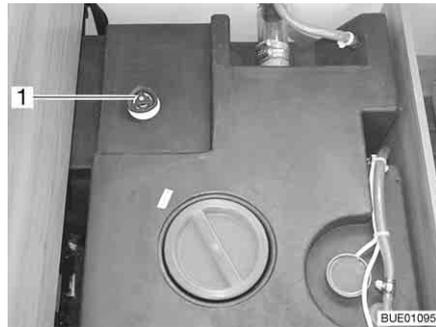

Bild 241 Wassertank mit Drehgriff
- Auf dem Wassertank den Drehgriff (Bild 241,1) entgegen dem Uhrzeigersinn über den Widerstand hinaus bis zum Anschlag drehen, um die Ablauföffnung vollständig zu öffnen.